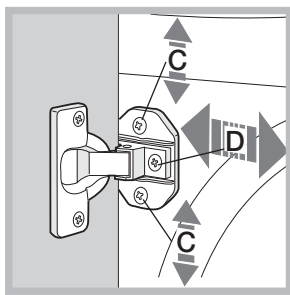

Fig. 7
- Отрегулируйте положение деревянной панели в горизонтальном и вертикальном направлениях, используя винты **C** и **D**, как показано на *рис. 7*.